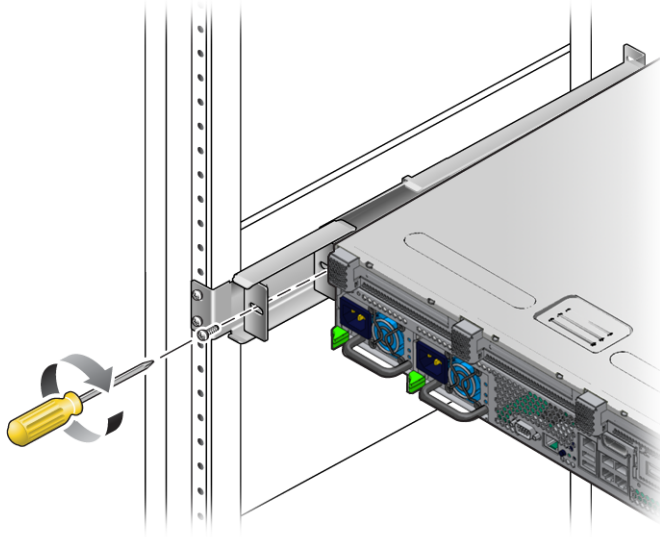

FIGURE 3-21 Fixation de la partie arrière du serveur aux brides arrière
16. Poussez le serveur vers l'arrière jusqu'à ce qu'il soit bien encastré dans les brides arrière, puis à l'aide d'une vis SEM M5 × 10 (une pour chaque bride arrière), fixez la partie arrière du serveur aux brides arrière (FIGURE 3-21).